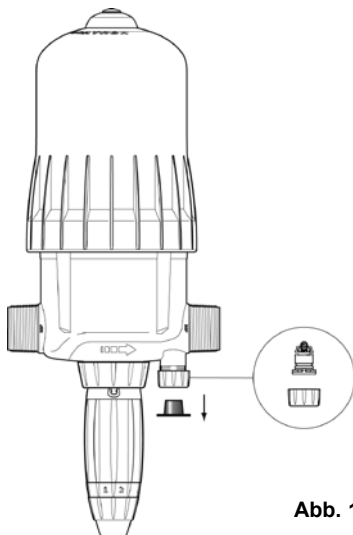

Abb. 11
- Bei zufälligem Unterdruck wird automatisch wieder der Luftdruck in der Anlage hergestellt * (**Abb. 11**). Dessen Verwendung hängt von den im Land gültigen Gesundheitsbestimmungen ab.